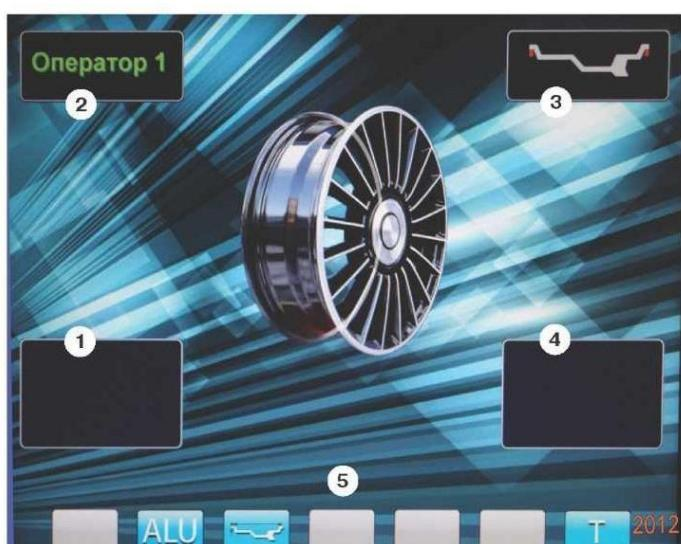

рис.8.2.
8.3. После включения питания СБ на экране монитора отображается фирменная заставка, которая через несколько секунд сменяется отображением экрана основного рабочего режима (рис. 8.2).
Для выбора схем расположения грузов в программах «ALU1-ALU5» необходимо, находясь в режиме основного рабочего экрана, нажать кнопку «ALU», при этом открывается окно схем установки грузов, отмеченные номерами рис. 11.3. Если после введения размеров колеса установленся экран ввода геометрических параметров, необходимо перейти в экран основного рабочего режима нажатием кнопки «STOP». Для выбора нужной схемы нажмите кнопку верхнего ряда клавиатуры с соответствующим номером. Выбранная схема установки грузов отображается в окне 3 экрана основного рабочего режима (рис. 8.2).
12.2. При включении СБ программа измерения дисбаланса настраивается таким образом, что дисбаланс менее 5г (заводская установка) на любой плоскости коррекции не показывается, в этом случае в окнах 1 и 4 (рис. 8.2)
12.3.4. Для проверки результатов балансировки снова запустите СБ. Если колесо отбалансировано правильно, на индикаторах 1 и 4 (рис. 8.2.) отображаются символы «OK».